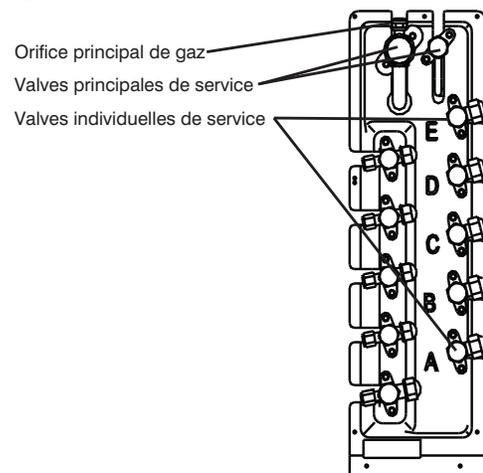

Figure 22 – Valves de service – Capacités 24 à 48
2. Capacité 18 – N'OUVREZ PAS les valves de service de gaz ou de liquide avant la fin de l'évacuation. Capacités 24 à 48 – Ouvrez complètement les valves individuelles de service raccordées (aux conduites). N'OUVREZ PAS les valves principales de service avant la fin de l'évacuation (voir Figure 22).